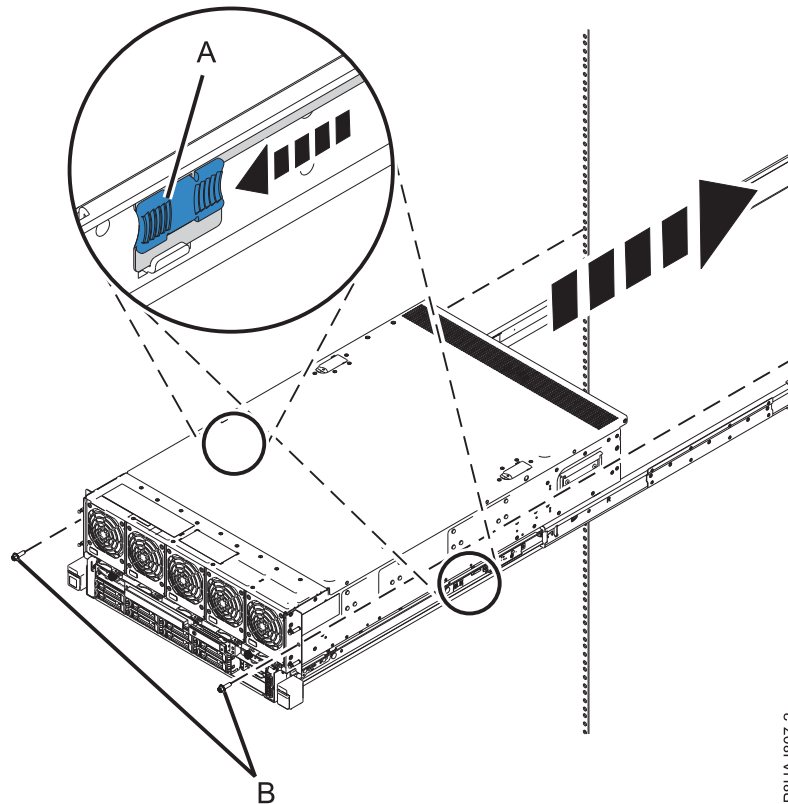

Figure 12. Déverrouillage des tâches du milieu de la glissière et insertion du système dans l'armoire
7. Déverrouillez les taquets situés au milieu de la glissière et insérez le système dans l'armoire, comme illustré à la figure 12, à la page 12.